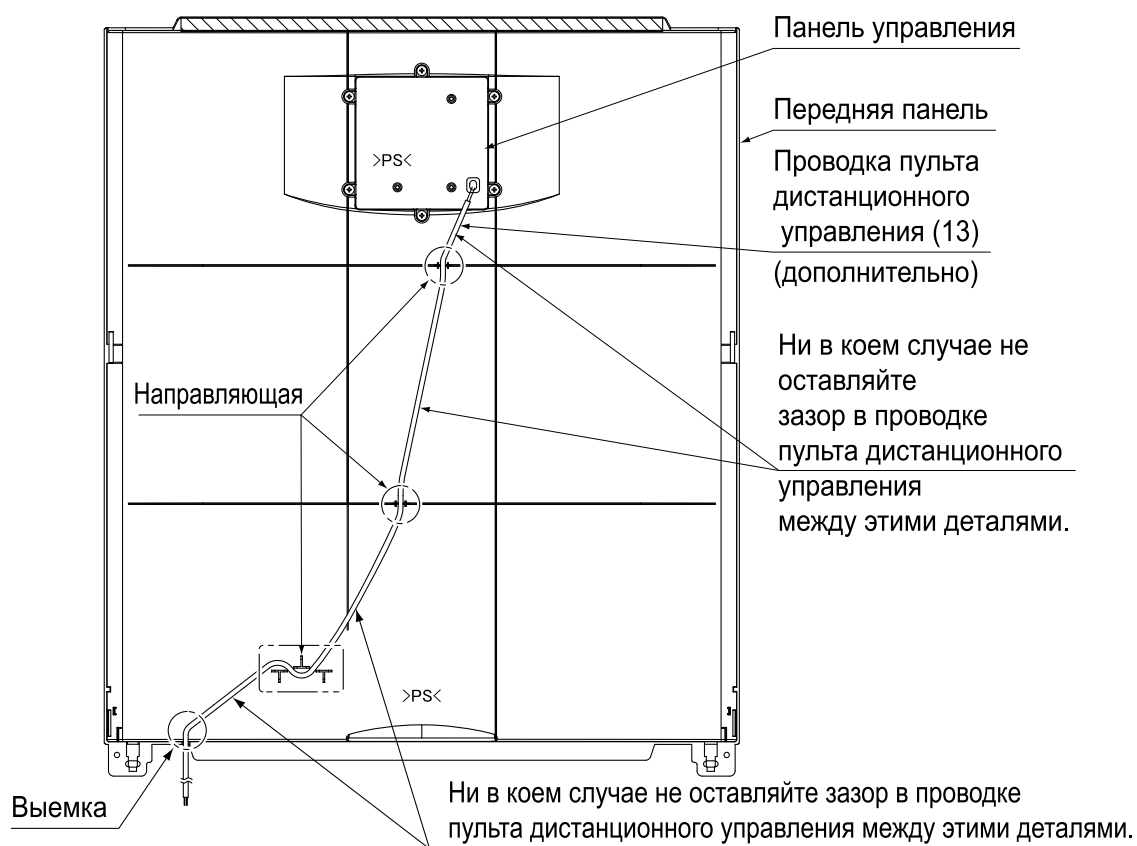

Рис. 27
4. Закрепите проводку пульта дистанционного управления в направляющей и впадине. (См. Рис. 27)